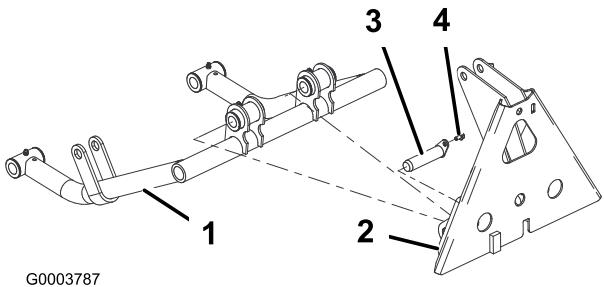

Figura 7
2. Fixe o tubo do braço à placa adaptadora com 2 conjuntos de pinos. Fixe os conjuntos de pinos à placa adaptadora com 2 parafusos auto-rosantes. Posicione os componentes como se indica em Figura 7.